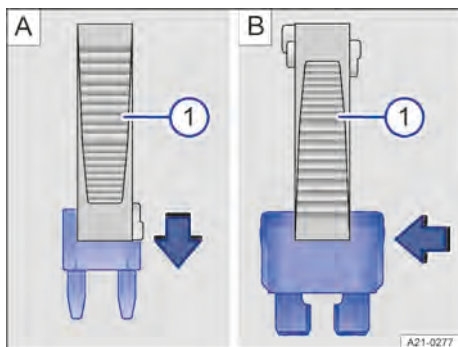

Fig. 172 Retirar ou inserir o fusível (representação esquemática).
① Alicate de plástico.
- Se for o caso, tirar a pinça de plástico → Fig. 172 ① da cobertura da caixa de fusíveis correspondente.
- No caso de fusíveis menores, encaixar a pinça de plástico por cima → Fig. 172 A ① ou, no caso de fusíveis maiores, empurrar a pinça de plástico lateralmente sobre o fusível → Fig. 172 B ①.
- Caso o fusível esteja queimado, substituir o fusível por um novo da mesma intensidade (mesma cor e inscrição) e do mesmo tamanho → ①.